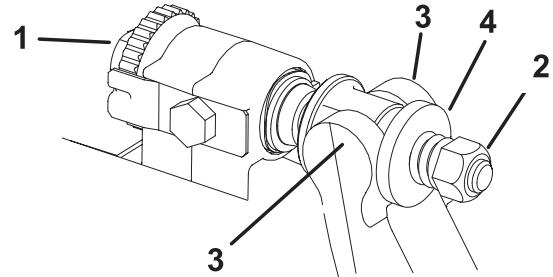

Figure 21
1. Tournez les vis de réglage de la barre d'appui dans le sens anti-horaire pour éloigner la contre-lame du cylindre (Fig. 21).
- Faites sortir l'écrou de tension du ressort jusqu'à ce que la rondelle ne soit plus tendue contre la barre d'appui (Fig. 21).